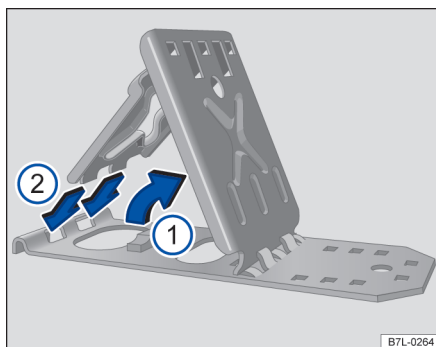

Fig. 196 Rebater o calço dobrável.
- Erguer a chapa de apoio → Fig. 196 ①.
- Encaixar completamente as duas “pontas” da chapa de segurança nos furos longos da chapa base → Fig. 196 ②.